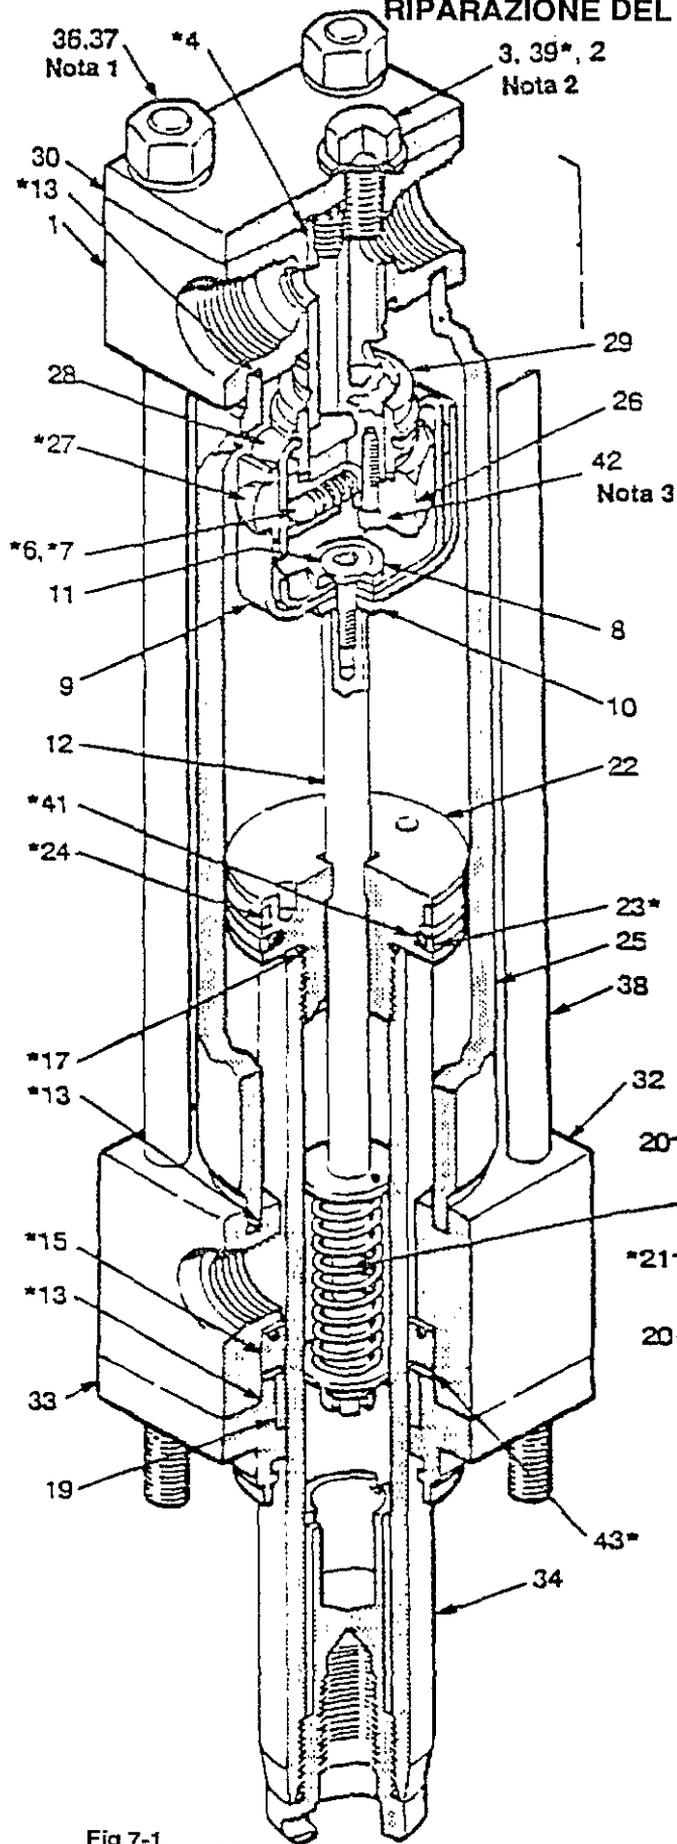

Fig 7-1
Vedere Fig. 7-1 per i punti da 1 a 17
7. Svitare il dado (18) e smontare la molla (21) dall'asta d'arresto (12). Montare una nuova molla (21*) avvitandola sul dado (18) registrando quest'ultimo come indicato nella vista in dettaglio A della Fig. 7-1.
9. Per mezzo di un martelletto in plastica, assestare dei colpi sulla sede (33) della scatola per separarla ed estrarla dal blocco (32) del cilindro inferiore.
13. Ispezionare il collare di guida (28) per scoprire eventuali tracce d'usura o danneggiamento. Se appare necessaria la sua sostituzione, svitare la vite (11) dall'asta d'arresto (12). *Sostituire i pezzi danneggiati e le guide (27*) dell'asta di comando inversione.*